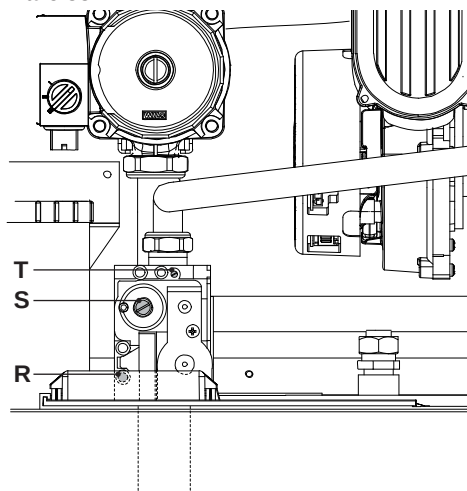
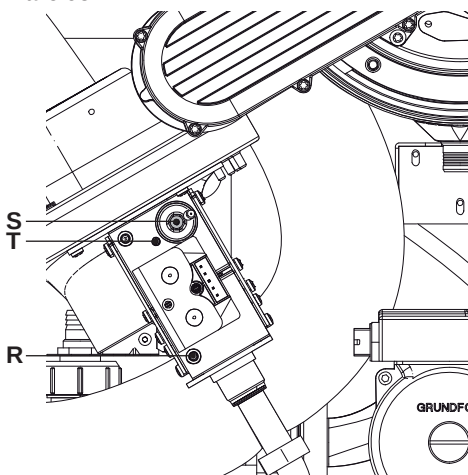

Fig. 7.1
Fig. 7.2
- Con la caldera apagada (fuera de servicio), compruebe la presión de alimentación usando la toma (R) mostrada en la Fig. 7.1 y en la Fig. 7.2 y compare el valor medido con los expuestos en las tablas de presiones de alimentación del gas incluidas en la sección "Datos técnicos Mare 55" pág. 22 y en la sección "Datos técnicos Mare 95" pág. 24.
- Vuelva a cerrar bien la toma de presión (R) mostrada en la Fig. 7.1 y en la Fig. 7.2.